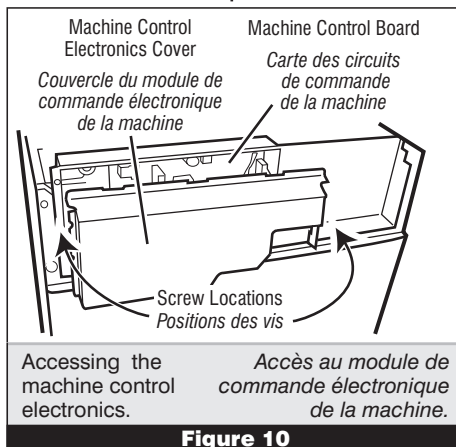

Figure 10
5. Referring to figure 10, loosen the 4 screws for cover, then slide cover to the right and out from the machine control board.
5. Voir la figure 10; desserrer les 4 vis du couvercle puis faire glisser le couvercle vers la droite pour le séparer de la carte du module de commande de la machine.